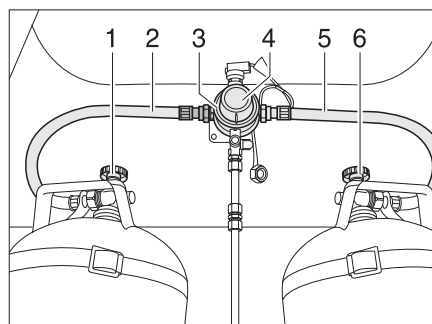
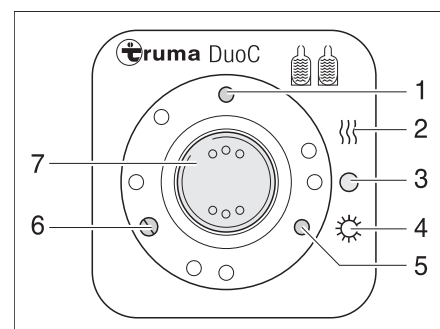

Bild 159 DuoControl-Umschaltanlage
Bild 160 Bedieneinheit
Die DuoControl-Umschaltanlage besteht aus einem Umschaltventil (Bild 159,3) und der Bedieneinheit (Bild 160). Das Umschaltventil ist zwischen den Gasschläuchen (Bild 159,2 und 5) montiert. Mit dem Drehknopf (Bild 159,4) am Umschaltventil kann bestimmt werden, welche der Gasflaschen als Betriebsflasche und welche Gasflasche als Reserveflasche verwendet wird.
An der Bedieneinheit (Bild 160) können nur die elektrischen Funktionen geschaltet werden. Die Haupt-Absperrventile der Gasflaschen (Bild 159,1 und 6) müssen von Hand geöffnet werden.
Das Umschaltventil gewährleistet einen konstanten Gasdruck, unabhängig davon, welche Gasflasche Gas liefert. Die zwei Kontroll-Leuchten an der Bedieneinheit zeigen den Füllstand der Betriebsflasche an. Wenn die grüne Kontroll-Leuchte (Bild 160,6) leuchtet, ist die Betriebsflasche voll. Wenn die rote Kontroll-Leuchte (Bild 160,5) leuchtet, ist die Betriebsflasche leer. Die Gasversorgung erfolgt dann über die Reserveflasche.
- Die Haupt-Absperrventile an den Gasflaschen (Bild 159,1 und 6) öffnen.
- Mit dem Drehknopf (Bild 159,4) am Umschaltventil (Bild 159,3) die Gasflasche wählen, der vorrangig das Gas entnommen werden soll (Betriebsflasche).
- An der Bedieneinheit (Bild 160) die DuoControl-Umschaltanlage einschalten.
- Dazu den Wippschalter (Bild 160,7) auf Winterbetrieb "Fernanzeige Ein und Heizen" (Bild 160,2) oder auf Sommerbetrieb "Fernanzeige Ein" (Bild 160,4) stellen. Das Umschaltventil ist jetzt entlüftet. Die gelbe Kontroll-Leuchte (Bild 160,1) leuchtet, wenn Winterbetrieb gewählt wird und die Regler-Enteisungsanlage eingeschaltet ist.
- Den Wippschalter (Bild 160,7) auf "O" (Bild 160,3) stellen. Die gelbe Kontroll-Leuchte (Bild 160,1) erlischt.
- Die Haupt-Absperrventile an den Gasflaschen (Bild 159,1 und 6) schließen.
Fernanzeige Die Kontroll-Leuchten an der Bedieneinheit (Bild 160,5 und 6) signalisieren im Fahrzeuginneren, ob die Betriebsflasche betriebsbereit ist.
Gasflaschenwechsel Wenn die grüne Kontroll-Leuchte (Bild 160,6) während des Betriebs erlischt und die rote Kontroll-Leuchte (Bild 160,5) aufleuchtet, ist die als Betriebsflasche gewählte Gasflasche leer und muss gewechselt werden. Die Reserveflasche versorgt die Gasverbraucher weiterhin mit Gas.